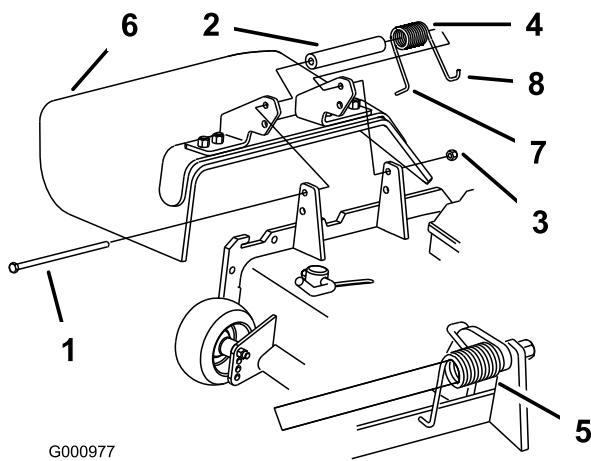

Bild 36
1. Entfernen Sie die Sicherungsmutter, Schraube, Feder und das Distanzstück, mit denen das Ablenkblech an den Drehhalterungen befestigt ist (Bild 36). Entfernen Sie defekte oder abgenutzte Ablenkbleche.
Hinweis: Stellen Sie sicher, dass sich das L-Ende der Feder hinter der Mähwerkskante befindet, bevor Sie die Schraube einführen, siehe Bild 36.
3. Setzen Sie die Schraube und Mutter ein. Führen Sie das J-förmige Hakenende der Feder um das Ablenkblech (Bild 36).